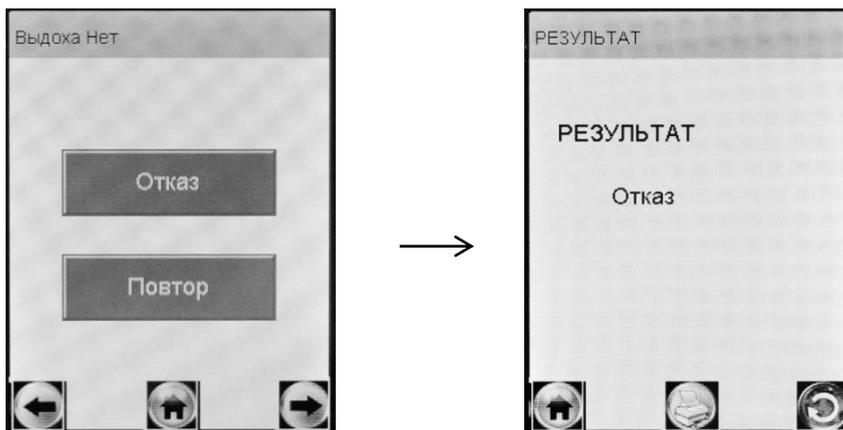

Рисунок 20 – Результат «Отказ от измерений»
2.9.1 Если при выполнении 2.7.10 настоящего РЭ выдох не был сделан своевременно, то окно готовности к отбору пробы «**Дуйте**» сменится окном «**Выдоха нет**» (рисунок 20, слева).
2.9.2 В случае отказа обследуемого от проведения измерений (обследуемый отказывается делать выдох) в анализаторе предусмотрена возможность прервать процедуру измерений, зафиксировав при этом факт отказа от измерений (если в этом имеется необходимость). Для этого нажмите на виртуальную кнопку «**Отказ**» – на экране появится сообщение об отказе от измерений (рисунок 20, справа).